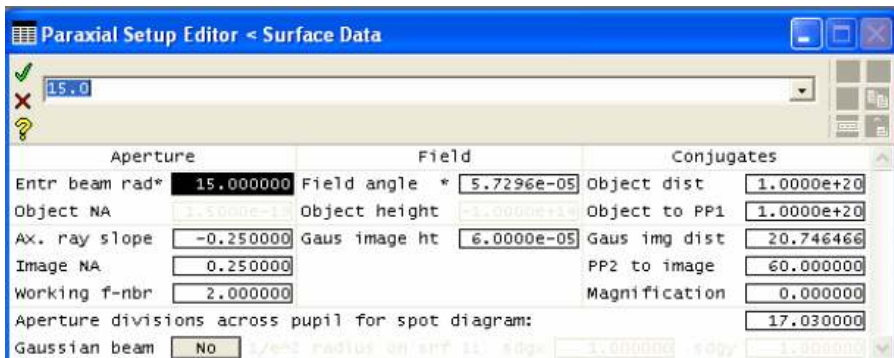

Рис.1.9. Задание параксиальных параметров проекта
**Setup.** Открывает электронную таблицу настройки параметров проекта (рис.1.9), влияющих на свойства оптической системы в параксиальном приближении. Каждый столбец этой электронной таблицы соответствует трем категориям данных: *Апертура (Aperture)*, *Поле(Field)* и *Сопряжения (Conjugates)*. Параксиальные свойства оптической системы в каждой из категорий могут быть определены больше, чем одним способом и при задании одних параметров OSLO автоматически пересчитывает другие. Параметры, которые недоступны для выбранной системы или заданных общих условиях проекта (окне *Gen*) показываются серым цветом. Две первые строки (выше серой линии) задают параксиальные свойства системы в предметной области и тогда, свойства оптической системы в пространстве изображений (строки ниже линии) пересчитываются OSLO автоматически на основе параксиального приближения. Наоборот, задание параметров в области изображения приводит к пересчету параметров в предметной области. Таким образом, в OSLO возможна фиксация параксиальных параметров проекта либо в области предмета, либо изображения. Следует отметить, что все вычисления на этапе задания начальных параметров проекта производятся в параксиальном приближении, поэтому для оптических систем, заведомо не удовлетворяющих данным условиям предпочтительно задавать начальные значения в предметной области.